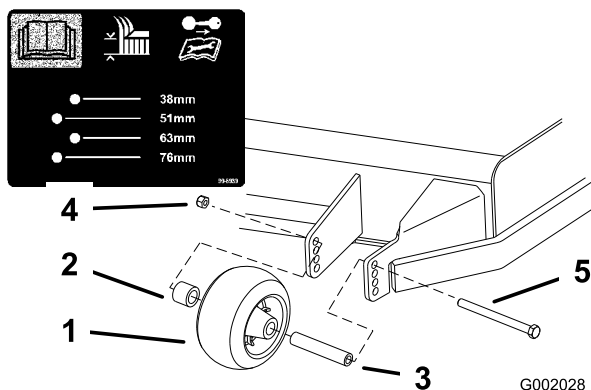
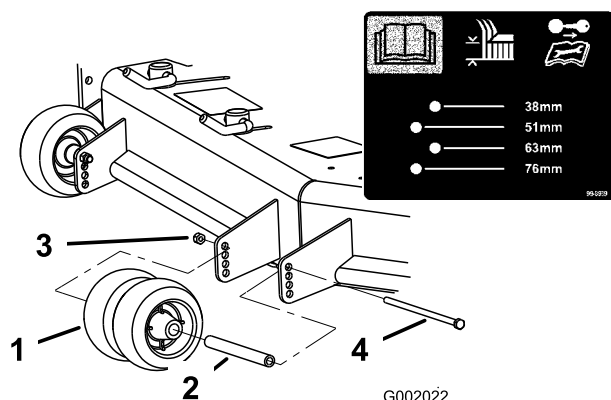
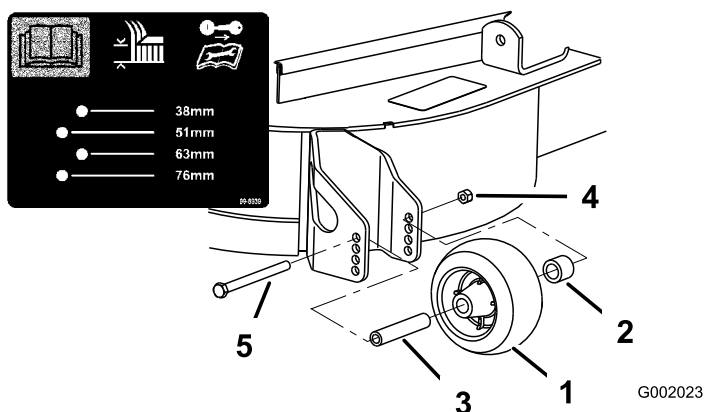

Bild 20
Bild 21
Bild 22
3. Nach dem Einstellen der Schnitthöhe sollten Sie die Rollen einstellen. Nehmen Sie die Bundmutter, die Büchse, das Distanzstück und die Schraube ab (Bild 20, Bild 21 und Bild 22).
Hinweis: Die beiden mittleren Rollen haben keine Distanzstücke (Bild 21).
5. Setzen Sie die Bundmutter, die Büchse, das Distanzstück und die Schraube ein. Ziehen Sie auf 54 bis 61 Nm (Bild 20, Bild 21 und Bild 22) fest.